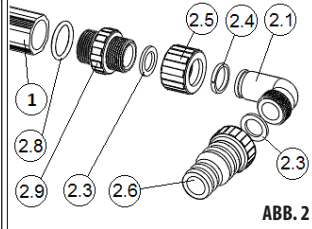
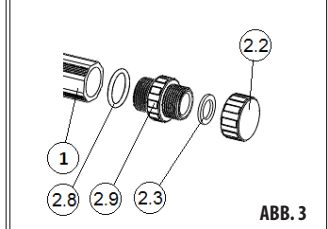

ABB. 2
ABB. 3
- 1) Kompletieren Sie das Panel. An die Rohre des Solarpanels schrauben Sie die Übergangsmuffen (2.9) mit O-Ringen aus Silikon (2.8). WIR EMPFEHLEN, AN DIE FRONTDICHTUNGSLÄCHE DES SOLARPANEL-ROHRS (1) EINE DÜNNE SCHICHT DES MITGELIEFERTEN SCHMIERSTOFF AUFZUTRAGEN, SO VERMEIDEN SIE EVENTUELLE UNDICHTHEITEN. An die Übergangsmuffen montieren Sie dann die Schlauchdorne (ABB. 2) und Stopfen (ABB. 3). In einem der Rohre befindet sich in der Mitte eine Stopfbüchse, an diesem Rohr sind die Schlauchdorne anzuwenden, an anderem Rohr sind die Stopfen zu montieren.